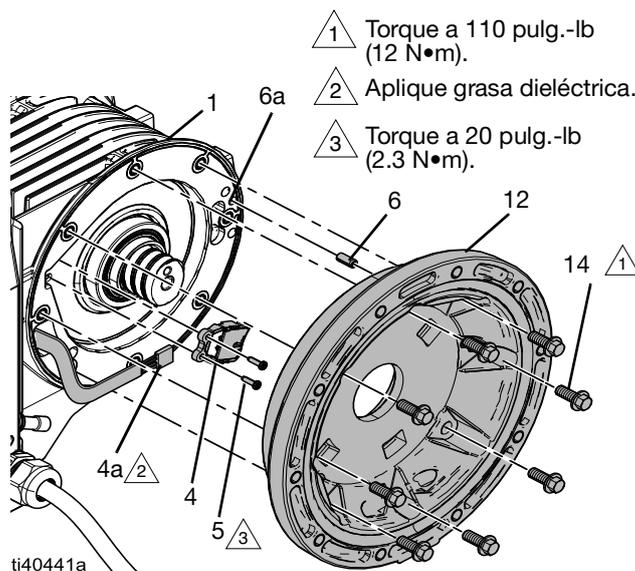
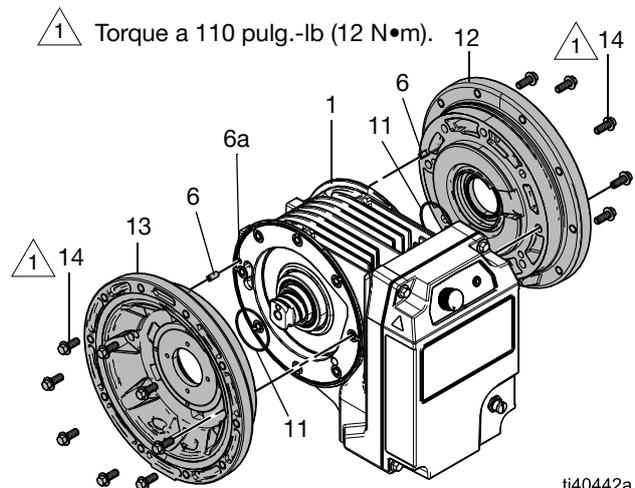

FIG. 12: Sensor del motor
FIG. 13: Sección central, lado de la carga
Ver FIG. 12.
Consulte FIG. 12 y FIG. 13.
2. Instale con cuidado la tapa del estator del lado del sensor (12):
- a. Instale el sello (11) en la tapa del estator (12).
- b. Alinee el pasador (6) en la tapa del estator (12) con el orificio del pasador (6a) en la carcasa del estator (1) e inserte suavemente la tapa del estator (12). Asegúrese de que la tapa del estator esté correctamente colocada en su lugar. Ver FIG. 12.
- c. Instale los sujetadores (14) de la tapa en el estator del lado del sensor (12). Torque a 110 pulg.-lb (12 N•m). Consulte **Instrucciones de torque**, página 35.
3. Instale la tapa del estator del lado de carga (13):
- a. Instale el sello (11) en la tapa del estator (13).
- b. Alinee el pasador (6) en la tapa del estator (13) con el orificio del pasador (6a) en la carcasa del estator (1) e inserte suavemente la tapa del estator (13). Asegúrese de que la tapa del estator esté correctamente colocada en su lugar. Ver FIG. 13.
- c. Instale los sujetadores (14) en la tapa del estator (13). Torque a 110 pulg.-lb (12N•m). Consulte **Instrucciones de torque**, página 35.
Consulte FIG. 12 y FIG. 14.